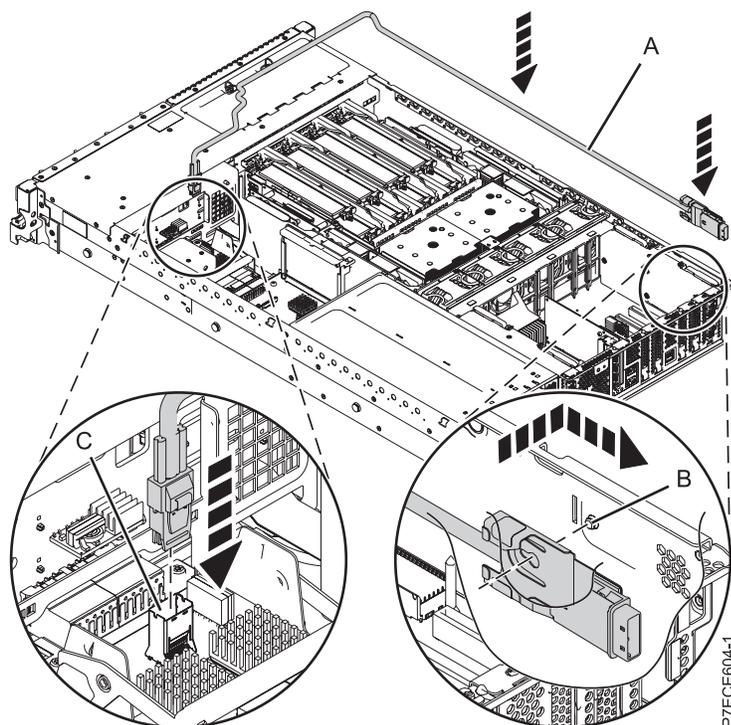

Figura 57. Instalación del cable SAS
10. Conecte el mini conector SAS del cable SAS al puerto de conexión SAS interno (C) de la tarjeta intermediaria de almacenamiento hasta que encaje en su sitio. Consulte Figura 57.
11. Pase el cable (A) por delante del receptáculo elevador de memoria y a lo largo del canal de la pared lateral hasta que el conector de puerto SAS esté cerca de la apertura de la parte posterior del chasis.
12. Alinee y guíe la ranura de la abrazadera del conector de puerto SAS (B) por encima de la patilla de guía del chasis. A continuación, deslice el conector de puerto SAS en el orificio de la parte posterior del chasis hasta que la pestaña de la abrazadera encaje en su sitio.